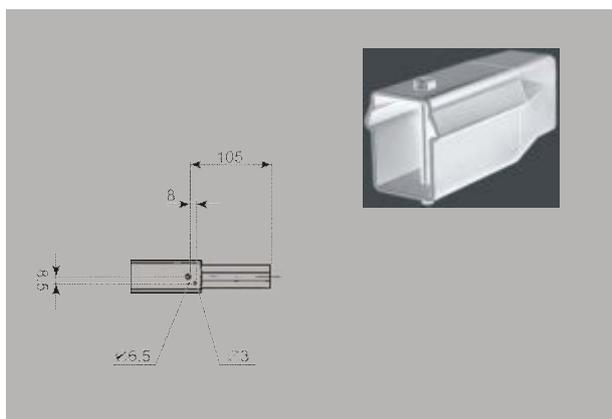

Рисунок 8: Концевая заглушка
- Сверлом Ø 6,5 просверлить отверстие снизу в контактом рельсе согласно рис. 8.
- Сверлом Ø 3 просверлить отверстие сверху в контактом рельсе согласно рис. 8.